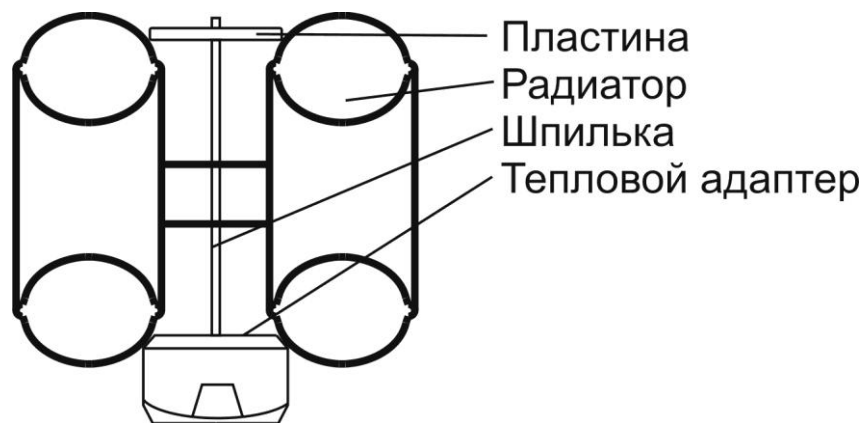

Рис.3.3. Крепление теплового адаптера на стальной трубчатый радиатор.
- Закрепить крепежный комплект на радиаторе таким образом, чтобы крепежные пластины находились за ребрами двух соседних секций радиатора (см. Рис.3.3) и крепко зафиксировать адаптер на поверхности. После установки, шпильки, крепящие тепловой адаптер, чтобы не мешать установке преобразователя, не должны выступать над поверхностью адаптера более, чем на 6 мм.